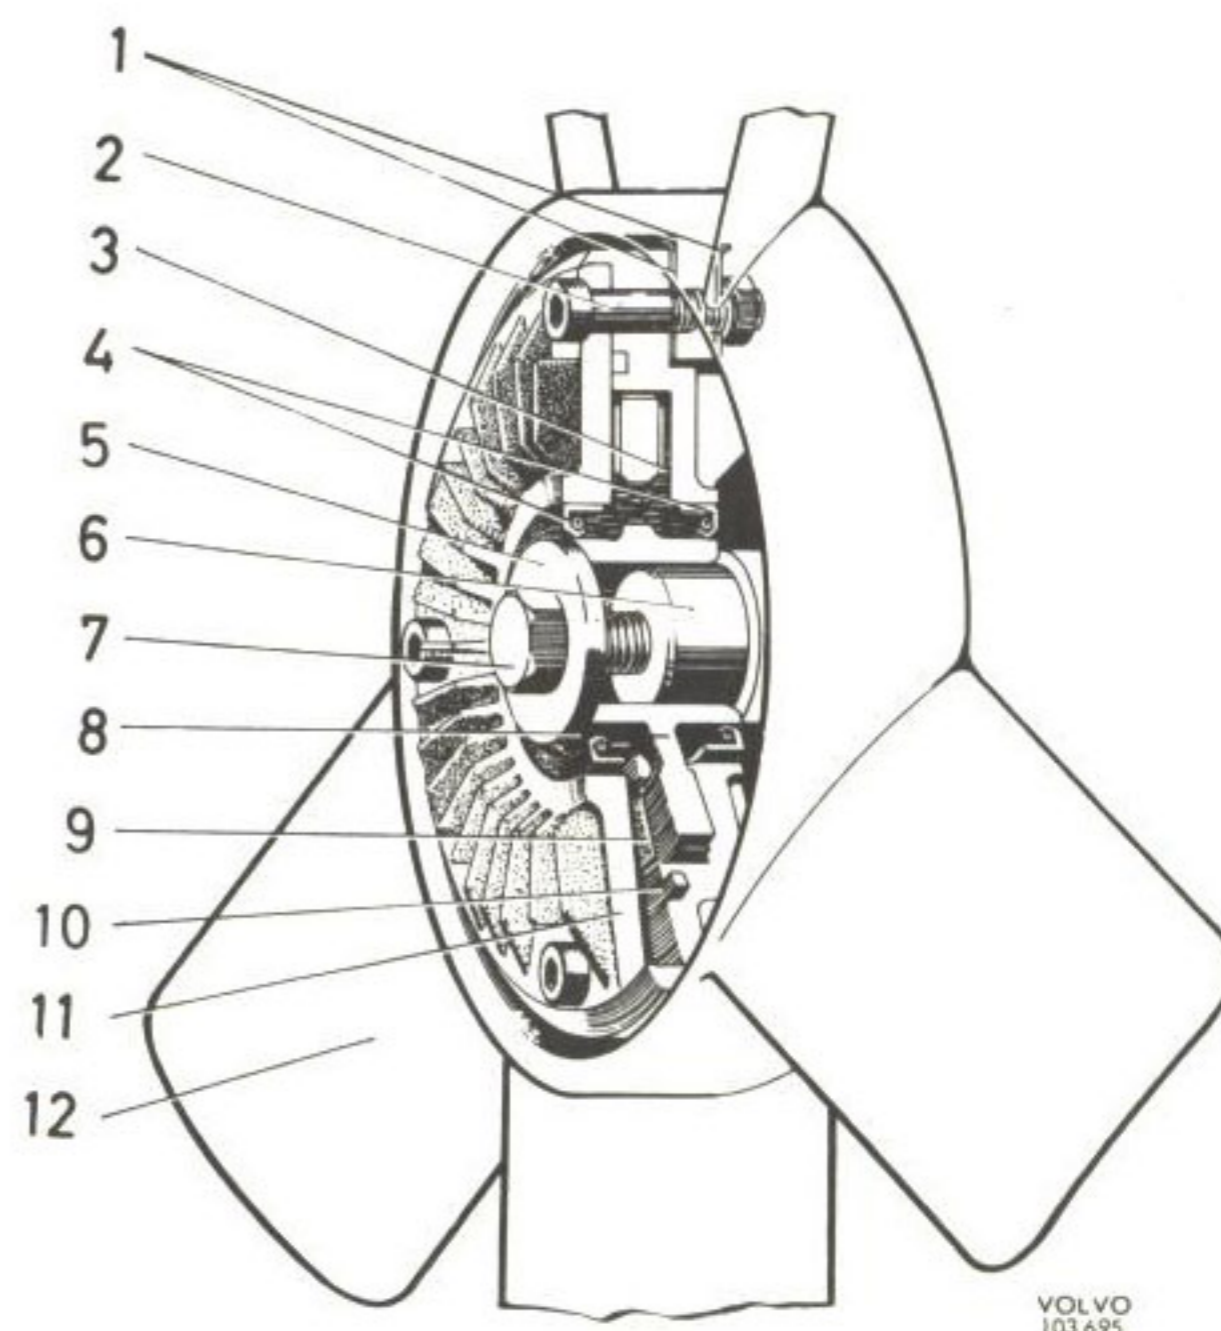
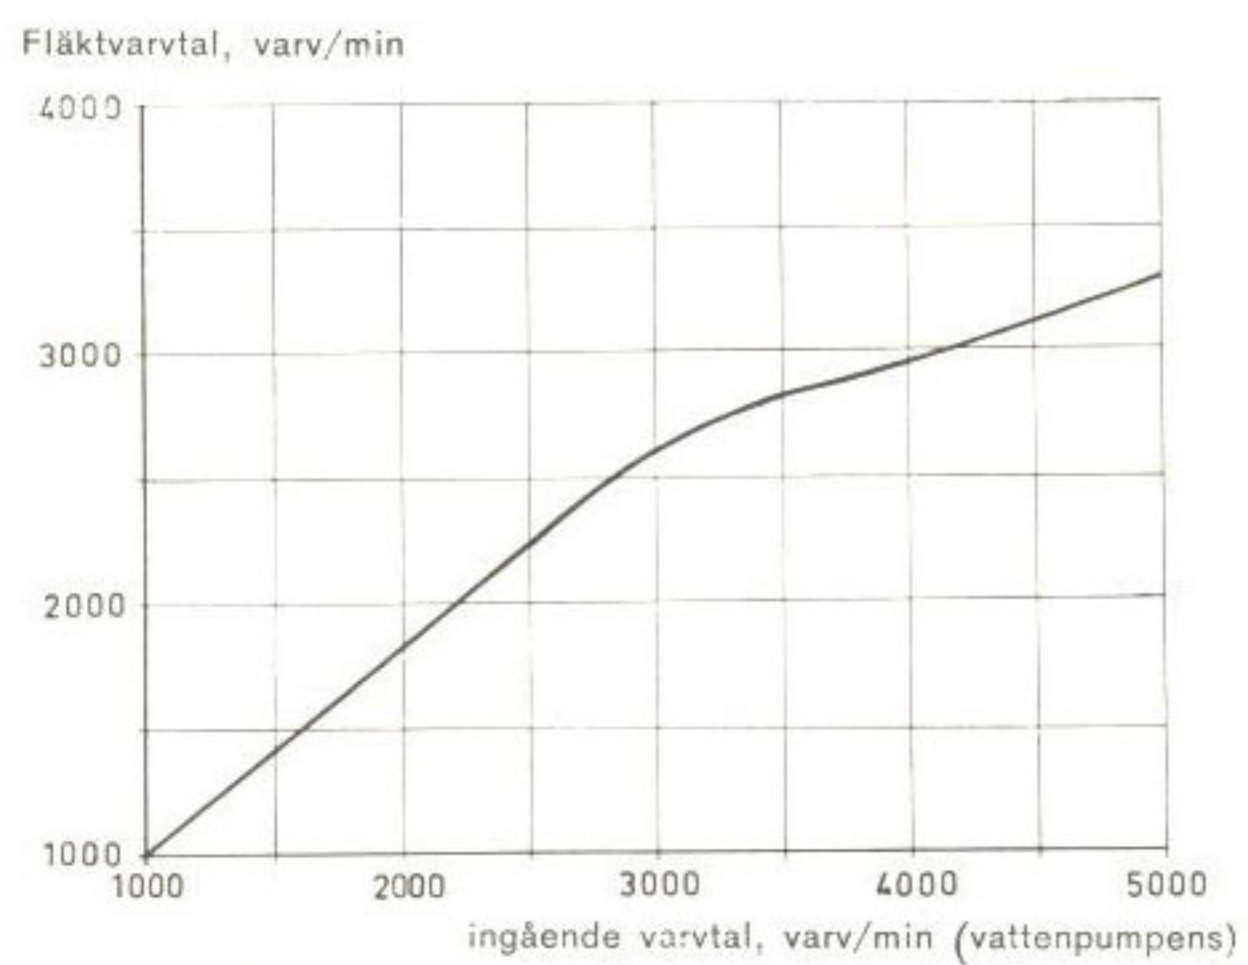

Bild 125. Flätkoppling
Bild 131. Kurva för flätkopplingens slirning
Motor B 20 A är försedd med fast fläkt. B 20 B är försedd med en varvtalsreglerad fläkt (gäller ej i vagn 1300 och 1800, som har fast fläkt) en s.k. flätkoppling (se bild 125), vars funktion är att ge fläktbladen en lägre hastighet genom slirning vid höga motorvarvtal. Se bild 131. Fläktbladen, som är fem till antalet, är osymmetriskt placerade vilket ger en låg ljudnivå. Flätkopplingen består av huset (11, bild 125) vari plastfläktbladen (12) är fästa med skruv (2). Huset (11) som består av två halvor är ej delbart ur reparationssynpunkt utan flätkopplingen bytes komplett. Navet (8) är anslutet med lätt passning på vattenpumpens medbringare (6) och låses med centrumskraven (7). Navet är försett med slirskiva av friktionsmaterial (9) omgivet av olja. Vid tomgång och låga varv är slirningen obetydlig
vilket gör att fläkten ger en luftström för god kylning. Då det ingående varvtalet (vattenpumpens) överstiger ca 2600 varv/min ökar slirningen (jmf bild 131) och ett max.-varvtal av 3000–3500 varv/min erhålles på fläkten. Detta gör att ljudvinån från fläkten blir låg jämfört med en fläkt som har samma höga varvtal som vattenpumpen. Jämfört med en fast fläkt blir effektförlusten mindre för flätkopplingen.
Flätkopplingens funktion kan kontrolleras med ett stroboskop med variabel blinkfrekvens. Gör ett märke på fläkten och ett på vattenpumpens remskiva. Sök varvtalsförhållandet mellan fläkt och remskiva med stroboskopet. Fläktvarvtalet skall följa vattenpumpens varvtal enligt kurvan på bild 131.